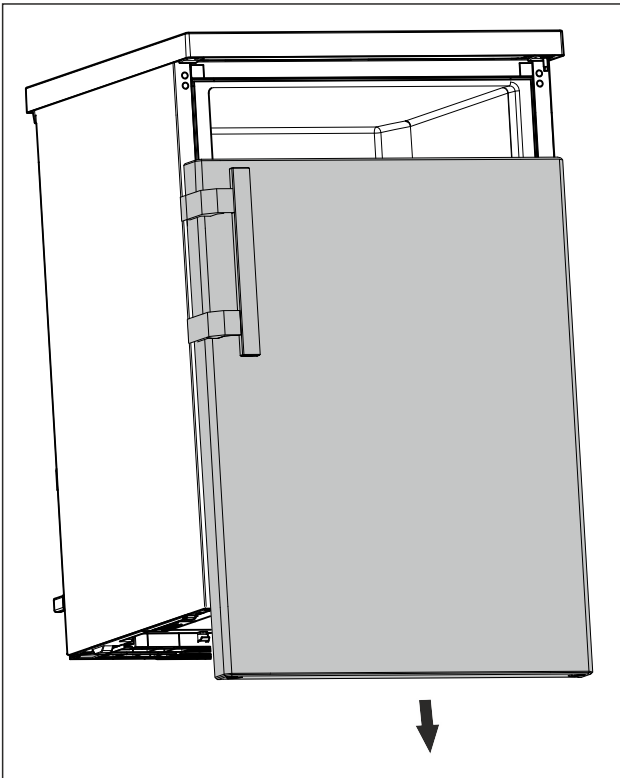

Fig. 9
- ▶ Свалете вратата надолу. (виж Fig. 9)